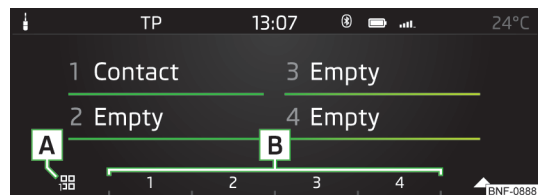

Fig. 115
- Tryk på funktionsknappen **A** » Fig. 115 flere gange efter hinanden for at vælge den ønskede gruppe.
- Tryk på funktionsknappen til den ønskede kontakt **B** » Fig. 115 for at ringe op.